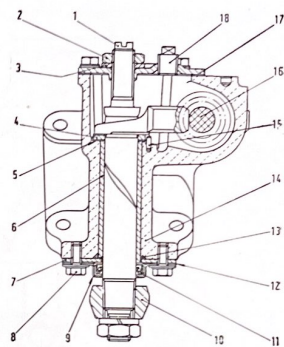

Fig. 80.—Sección en la caja de la dirección, en el sector dentado.
Comprobar el juego existente entre el casquillo excéntrico (6) (fig. 80) y el eje del sector helicoidal.
Los dientes del tornillo y del sector dentado deben hacer contacto en el centro; si el contacto no se produce de este modo, desplazar axialmente el sector helicoidal añadiendo o quitando arandelas de reglaje (5 de la fig. 80) que están colocadas bajo la arandela de tope (4). Estas arandelas de reglaje se suministran en un grueso de 0,10 mm.